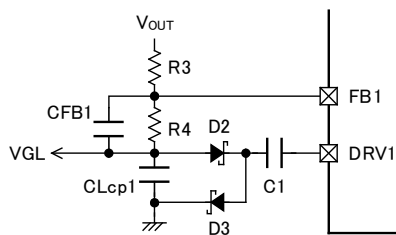

図 3) スピードアップコンデンサ( $C_{FB1}$ )接続図
- 7) 電源立ち上がり時に、 $V_{GH}$  電圧、 $V_{GL}$  電圧がオーバーシュート、アンダーシュートする場合、それぞれ FB1 端子と  $V_{GL}$ 、FB2 端子と  $V_{GH}$  の間にスピードアップコンデンサ( $C_{FB1}$ 、 $C_{FB2}$ )を挿入して下さい。(下記 図 3、図 4 を参照)